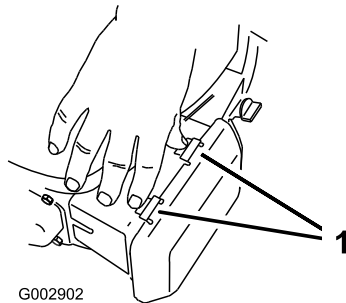

Figure 33
1. Appuyez sur les languettes de verrouillage en haut du couvercle du filtre à air (Figure 33).